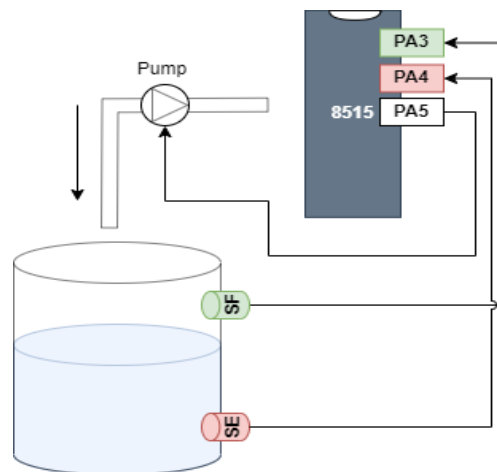

Figura 1: Tanque com sensores e bomba.
- a) Controlar a bomba de acordo com o nível de líquido no tanque, se o nível for inferior ao ponto **SE** a bomba deve ligar; se o nível de líquido for superior ao ponto **SF** a bomba deve desligar (Figura 1).